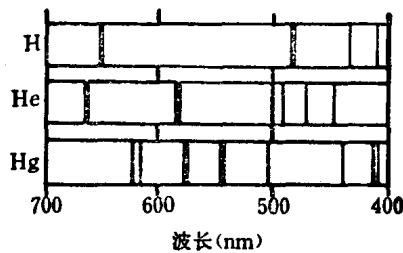

图 1-2 原子发光光谱, 可见光发出强射线与幅度宽
(1) 原子发光  低压氖气封入玻璃管，对管两端的电极施加高压，放电以后，激发的氖原子发红发光，这就是氖灯原理。氖灯有时发蓝光，那是由于水银蒸气中的水银原子在发光。用于道路照明的钠灯发出的光是橙黄色，这是灯中钠原子在发光。这些光的光谱同温度放射不同，如图 1-2 所示，波长不同的几条线，有